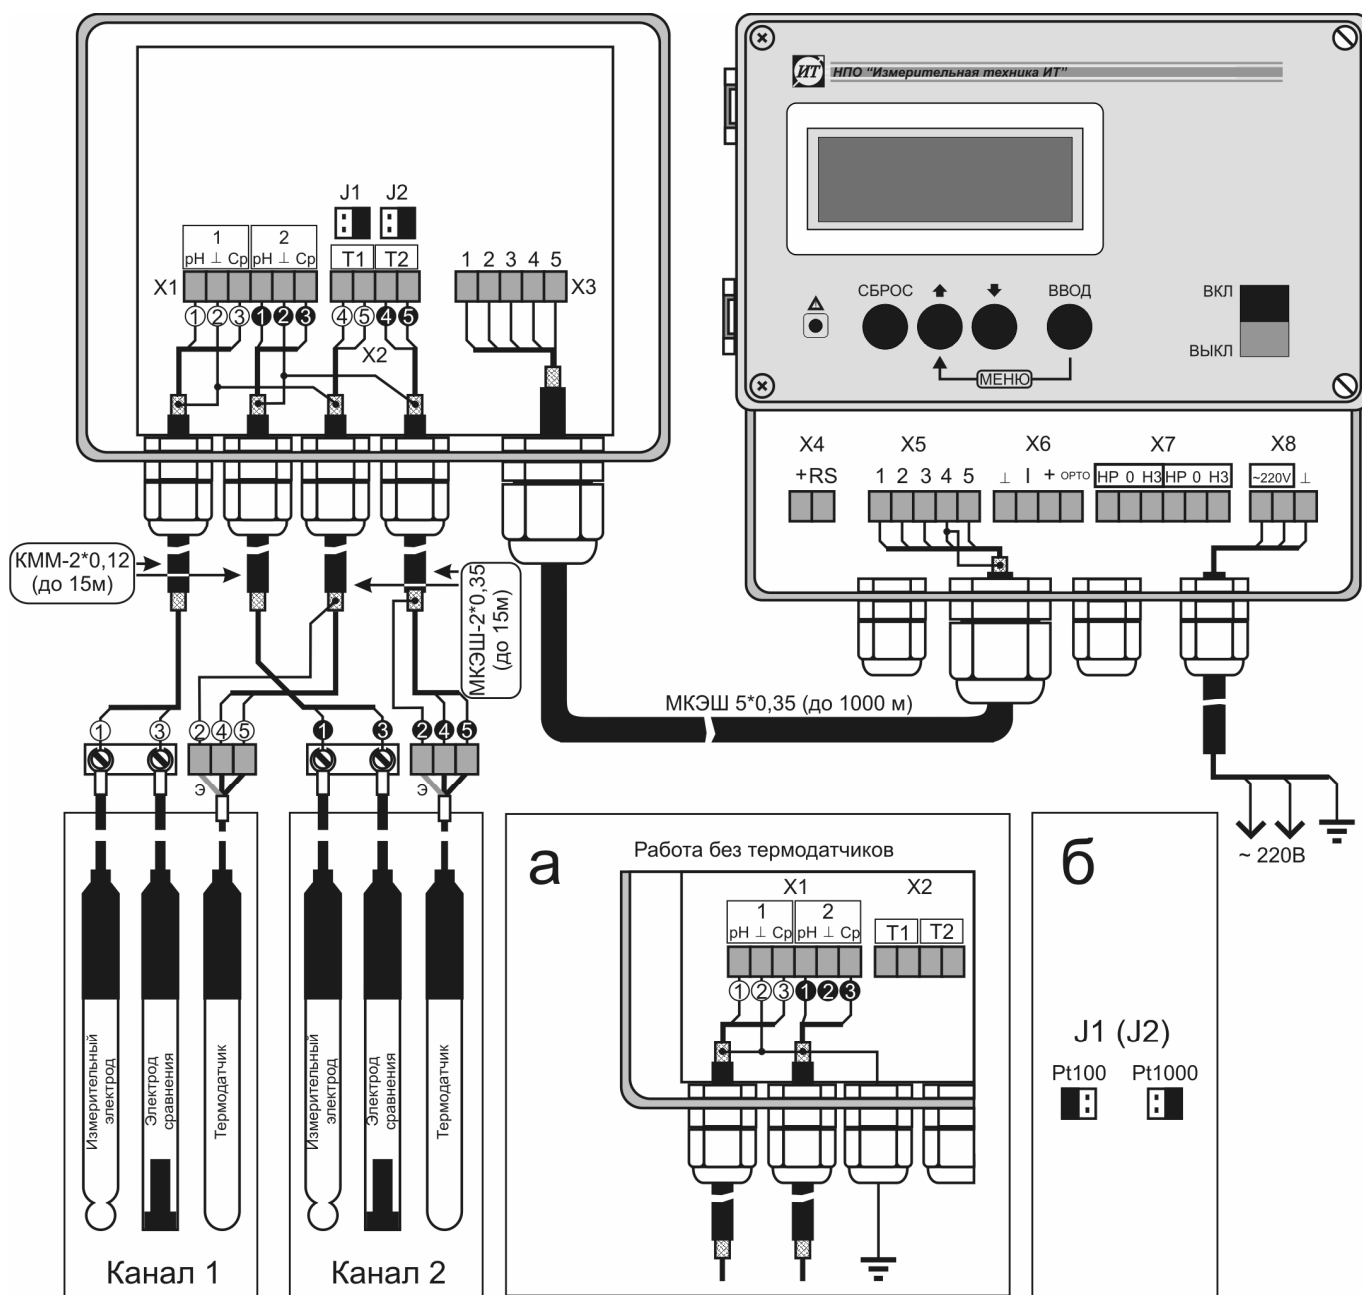

Рисунок 4
**4.4.3** Установить перемычки J1 и J2 (для ИТ-2103 и ИТ-2103Ех) в положение соответствующее типу выбранных термодатчиков (см. рисунок 4б).
**4.5.2** При работе без термодатчиков клемма «⊥» разъема X1 должна быть заземлена (см. рисунок 4а).